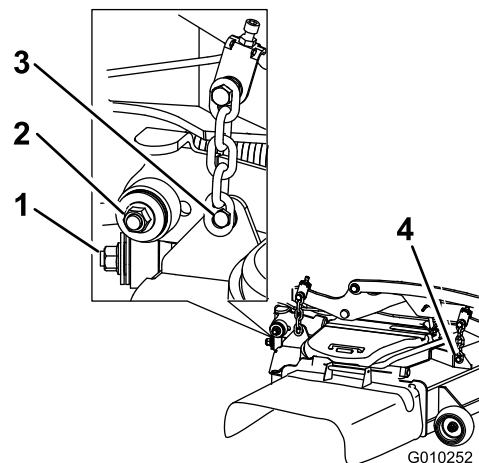

**Figura 107**
5. Retire la chapa de suelo e introduzca una llave de carraca en el orificio cuadrado del brazo tensor de la carcasa (Figura 107).
6. Gire el brazo tensor de la carcasa en sentido horario, levante la pestaña de la guía de la correa (máquinas de descarga trasera solamente), y retire la correa del cortacésped (Figura 107).